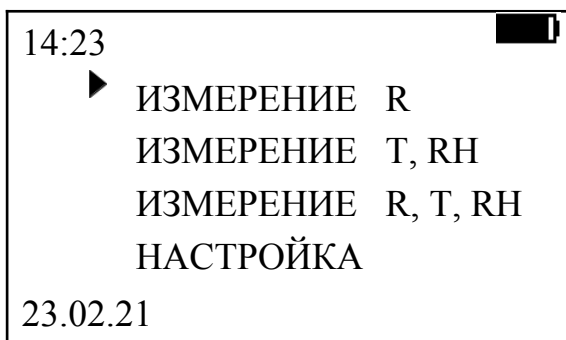

Рисунок 7 – Главное меню
4) На экране прибора появится главное меню (см. рис. Рисунок 7).